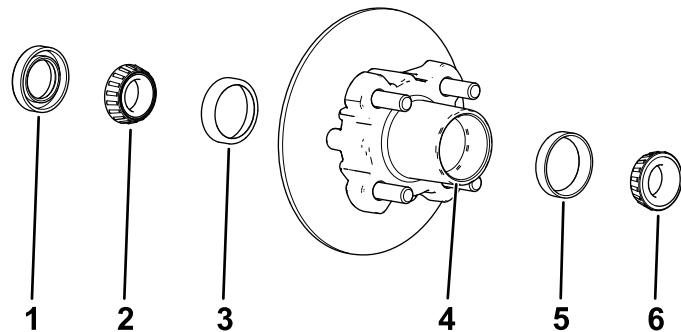

Рисунок 35
1. Снимите наружный подшипник и кольцо подшипника со ступицы (Рисунок 35).
2. Снимите уплотнение и внутренний подшипник со ступицы (Рисунок 35).
- Очистите полость ступицы от всей консистентной смазки, грязи и мусора (Рисунок 35).
- Заполните полость ступицы на 50–80% консистентной смазкой указанного типа (Рисунок 35).
- Установите внутренний подшипник на кольцо с внутренней стороны ступицы и установите уплотнение (Рисунок 35).